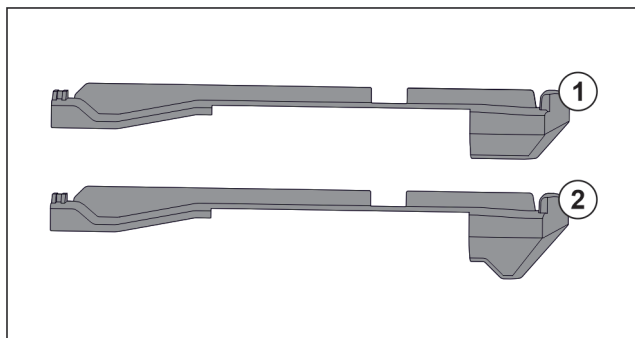

Fig. 83 Porównanie elementów nasadzanych
W urządzeniu znajdują się dwa różne elementy nasadzone. Element nasadzony nad najniższą szufladą Fig. 83 (2) posiada trójkątną krawędź. Wszystkie pozostałe elementy nasadzone Fig. 83 (1) mają prostą krawędź.
- ▶ Element nasadzony Fig. 83 (2) z trójkątną krawędzią umieścić nad najniższą szufladą.
- ▶ Element nasadzony Fig. 83 (1) z prostą krawędzią umieszczać we wszystkich pozostałych miejscach.